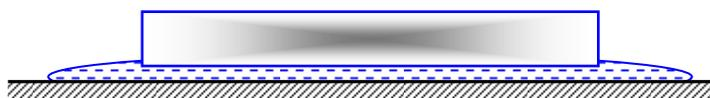

Рис. 4.1. К задаче 4.5
4.5. 100 кг льда с $t_1 = -10^\circ\text{C}$ помещены в окружающую среду с $t_{oc} = 20^\circ\text{C}$ (рис. 4.1). Лед тает, и вода нагревается до температуры окружающей среды $t_2 = t_{oc}$. Давления льда и воды равны давлению окружающей среды и постоянны. Определить изменение энтропии H_2O и системы в результате этого процесса. Показать процессы передачи теплоты и изменение энтропии системы в T,S- диаграмме. В расчете принять постоянными следующие величины: